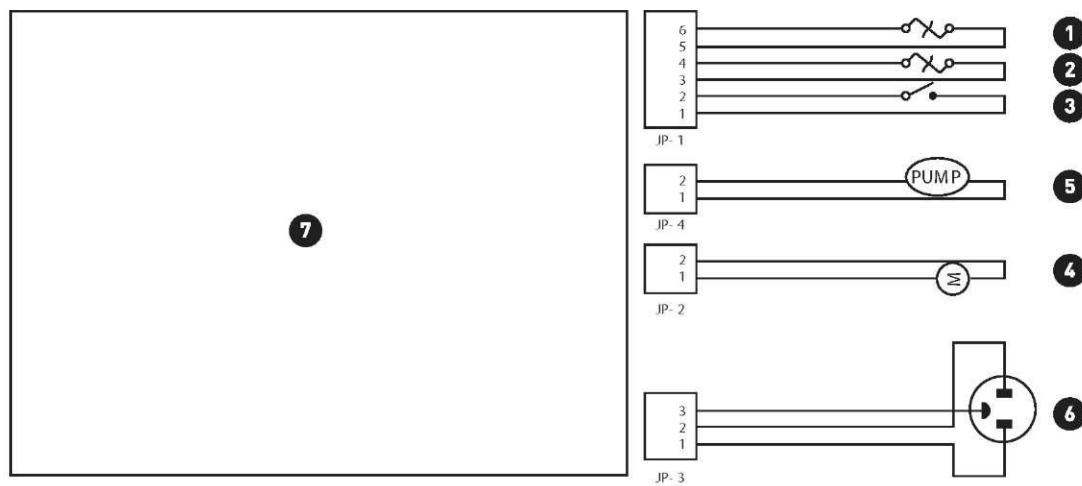

Fig. 3
► schéma Fig. 3 Řídicí jednotka kamen